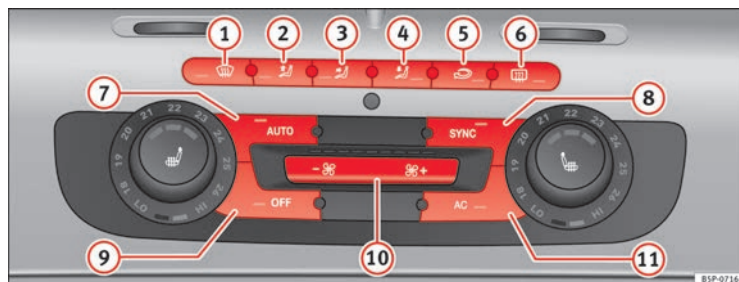

Fig. 128 Sul cruscotto: i comandi del Climatronic 2C
- Girare le rotelle di regolazione della temperatura ⇒ **fig. 128** per regolare rispettivamente la temperatura della zona sinistra o della zona destra dell'abitacolo.
- Premere il tasto **AUTO** ⇒ fig. 128. Nel display della radio viene visualizzato “AUTO High” (velocità del ventilatore alta).
- Premere di nuovo il tasto **AUTO** ⇒ fig. 128. Nel display della radio viene visualizzato “AUTO Low” (velocità del ventilatore bassa).